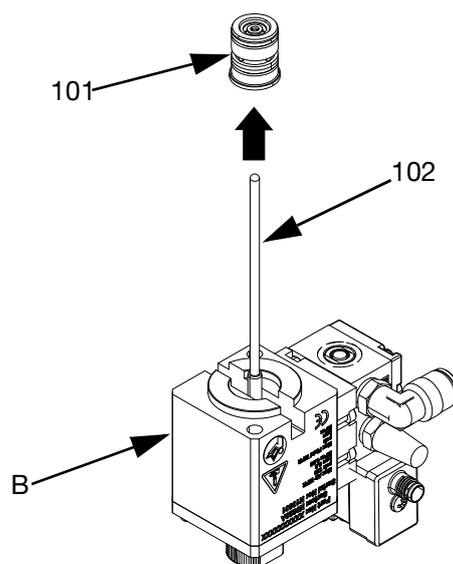

FIG. 13
1. Retirez le kit de joints (101) en le faisant glisser hors de l'arbre de l'ensemble tige (102).
2. Inspectez la buse et l'arbre de l'ensemble tige (102) à la recherche de rainures ou de piqûres. Remplacez l'ensemble tige s'il est usé. Voir FIG. 13 page 21.